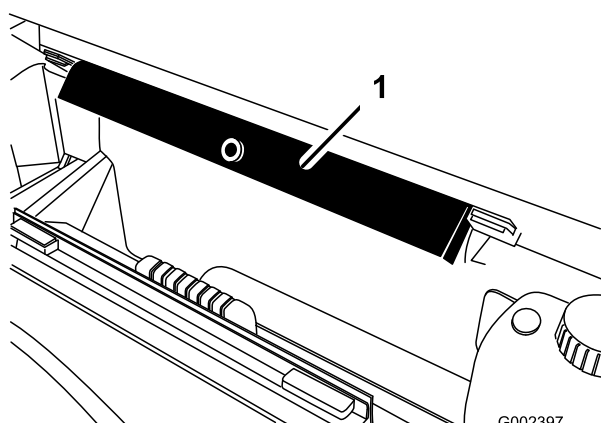

Figura 1
- B. Retire el soporte de la plataforma de los soportes de almacenamiento situados en la parte trasera del panel del ROPS (*Figura 1*).
2. Inserte el soporte de la plataforma en los soportes situados en la parte trasera del panel del ROPS (Figura 1); consulte Preparación para la instalación del Kit.